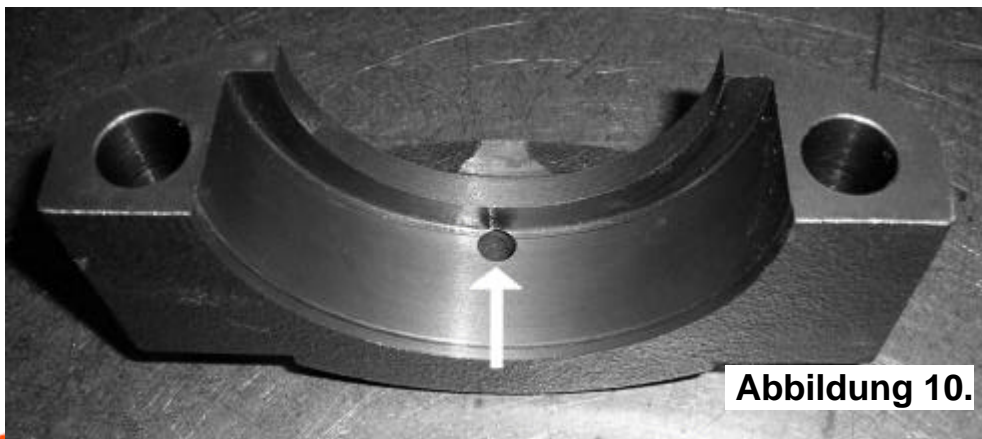

Abbildung 10.
- Unter Verwendung eines Bohrers der Stärke 6.35mm [$\frac{1}{4}$ "] bohren Sie ein Loch durch die Lagerschale, so dass sich die Bohrung an der Innenkante der Lagerschale befindet (siehe Abb. 10.).